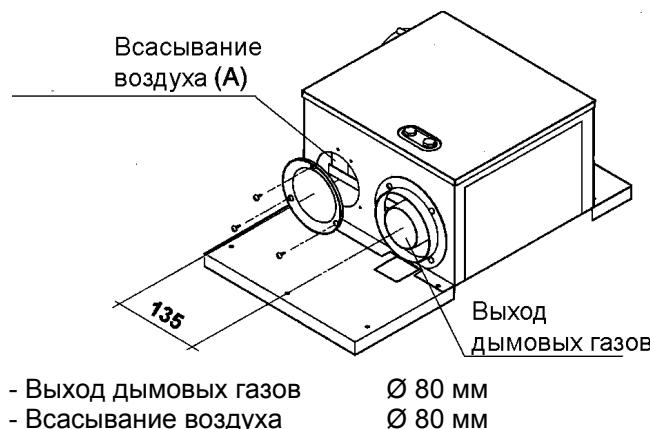

Рис. 3.12
Воздуховод для забора воздуха присоединяется к входу (A), для чего сначала необходимо снять заглушку, закрепленную 3 винтами (рис. 3.12).